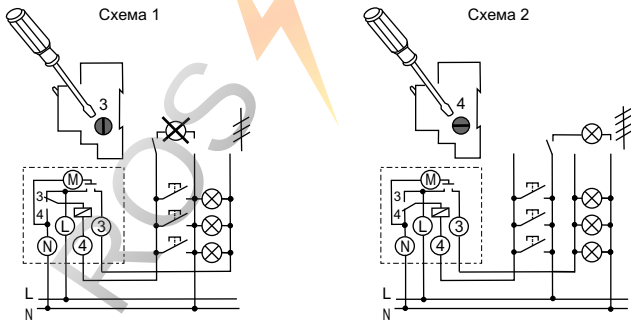

Рис. 2
4.2 Подключение к таймеру внешних кнопок управления может осуществляться в соответствии со схемами 1 и 2 (рис. 2).